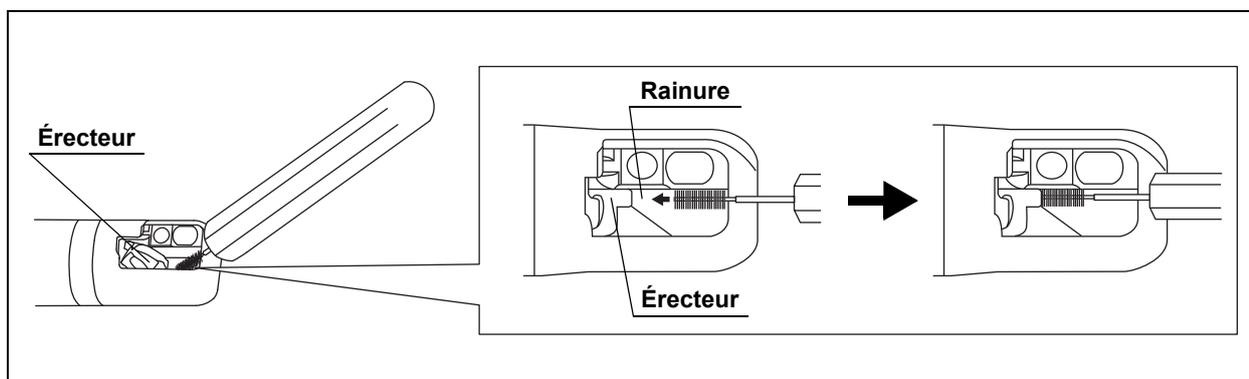

Figure 5.27
7. Insérez lentement la tête de l'écouvillon dans la rainure sous l'érecteur jusqu'à ce que l'extrémité de l'écouvillon soit en contact avec la paroi derrière l'érecteur. (Voir Figure 5.27)
Pour éviter d'endommager l'écouvillon, assurez-vous qu'il est doucement inséré dans la rainure sous l'érecteur, indiquée par « Rainure » dans le Figure 5.27 ci-dessous.